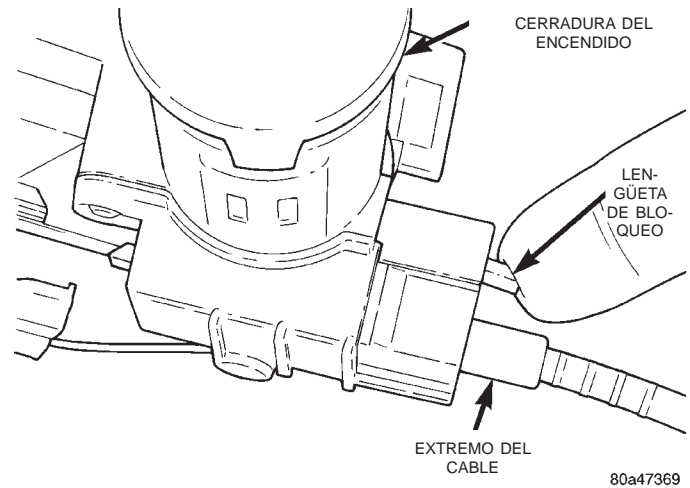
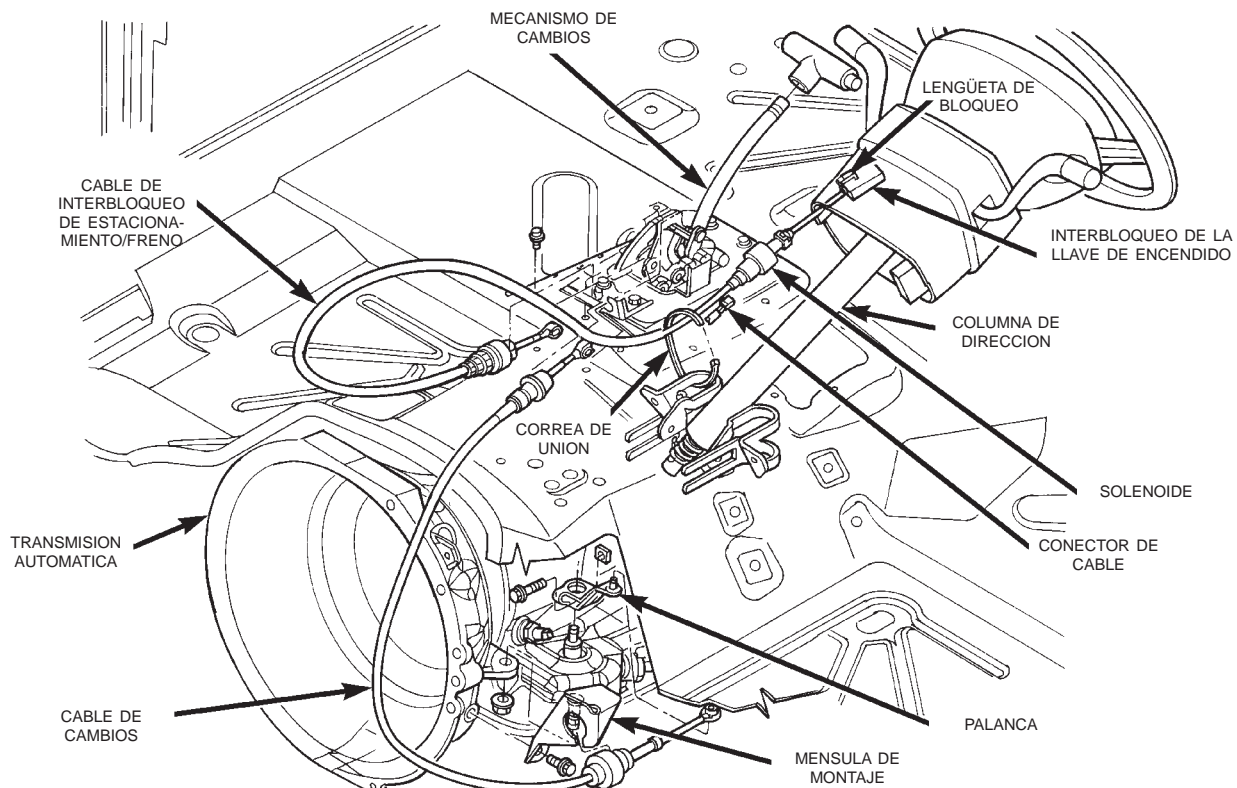

Fig. 25 Cable de interbloqueo de frenos/estacionamiento
Fig. 26 Cable y cambiador
(2) Retire la cubierta inferior de la columna de dirección. Para informarse sobre el procedimiento correcto, consulte el grupo 19, Dirección.
(3) Retire la brida de amarre cercana al solenoide que sujeta el cable de interbloqueo de la transmisión de freno a la columna de dirección.
(4) Desenganche el conector del cable del solenoide.
(5) Con la llave de encendido retirada o en la posición de desbloqueo, desenganche la lengüeta de bloqueo que sujeta el extremo del cable en la columna de dirección (Fig. 25).
(6) Tire del extremo del cable para extraerlo de la columna de dirección.
(7) Retire la consola de piso y el tapizado relacionado. Para informarse sobre el procedimiento correcto, consulte el grupo 23, Carrocería.
(8) Desconecte el ojal del cable de la palanca acodada (Fig. 26).
(9) Desconecte y retire el cable de la ménsula del cambio.
(1) Guíe el cable de recambio por detrás del tablero de instrumentos y por debajo de la zona de la consola de piso hasta el mecanismo de cambios (Fig. 26).